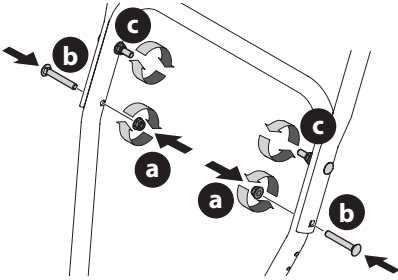

Figure 5
5. Installez les deux boulons de carrosserie (b) et les écrous (c) retirés à l'étape 2. Serrez les deux écrous supérieurs (c) que vous avez desserrés à l'étape 2 pour fixer la poignée. Voir Figure 5 ou Figure 6 selon les supports latéraux de votre modèle.